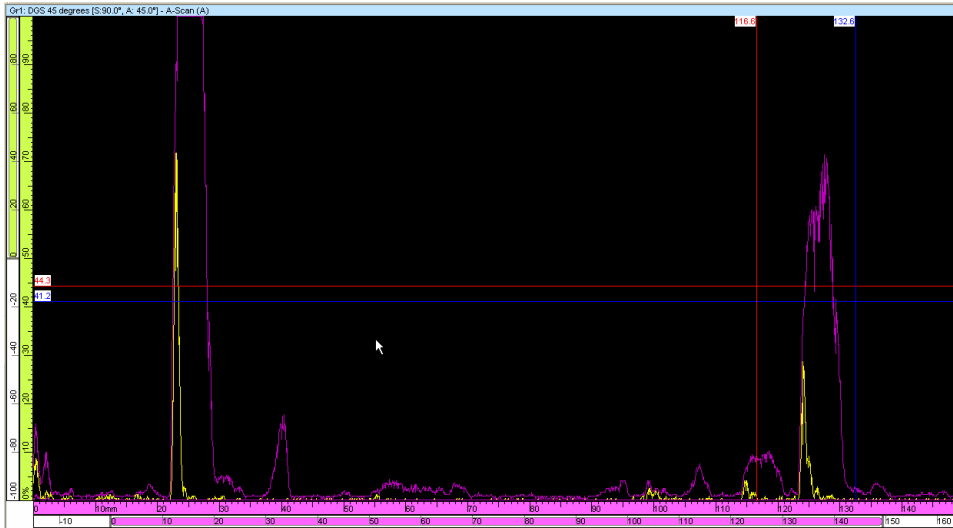

Figure 4-44 Recherche de l'amplitude maximale à l'aide de l'outil Enveloppe
3. Déplacez la sonde sur le bloc étalon jusqu'à la position de l'écho ayant l'amplitude maximale (voir la Figure 4-44 à la page 284).